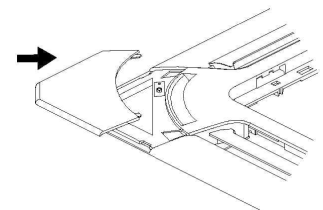

Fig. 5.13
6. Ajustar las cubiertas de instalación en las cuatro esquinas, pulsándolas hacia adentro. (Vease fig. 5.13)